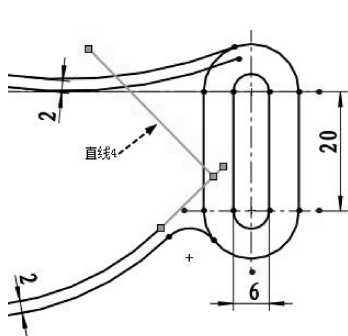

图 2-126 绘制直线 4
- 单击【直线】按钮，绘制第 4 条直线，利用垂直约束使直线 4 与直线 3 垂直约束，如图 2-126 所示。